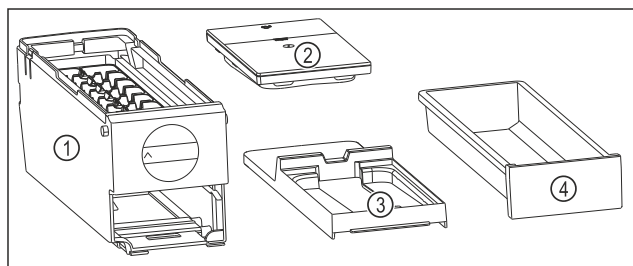

Fig. 159 Bestandteile des EasyTwist-Ice
- EasyTwist-Ice ist in vier Teile zerlegt. (siehe Fig. 159)
- EasyTwist-Ice nur in abgebildete Bestandteile zerlegen. (siehe Fig. 159)
- EasyTwist-Ice-Korpus Fig. 159 (1) als Ganzes reinigen.